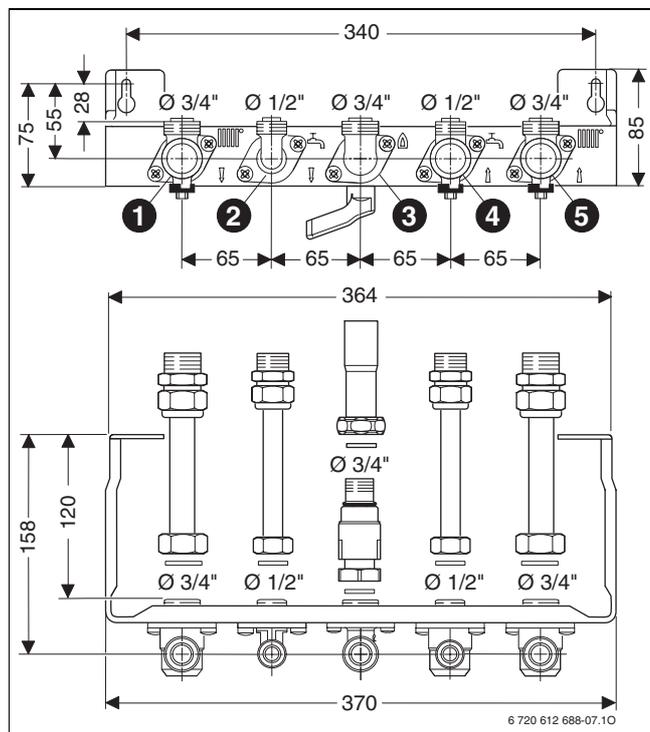

Fig. 9 Placca rubinetteria, acc. DOS GA 5/12
Legenda di fig. 9:
- ▶ tappare i 2 raccordi femmina Ø 1/2 " presso la caldaia (ovvero i 2 raccordi che sono previsti per essere collegati ai riferimenti 2 e 4 delle figure 9 oppure 10). In alternativa, montare tra i 2 raccordi succitati, l'accessorio opzionale nr. 1113.